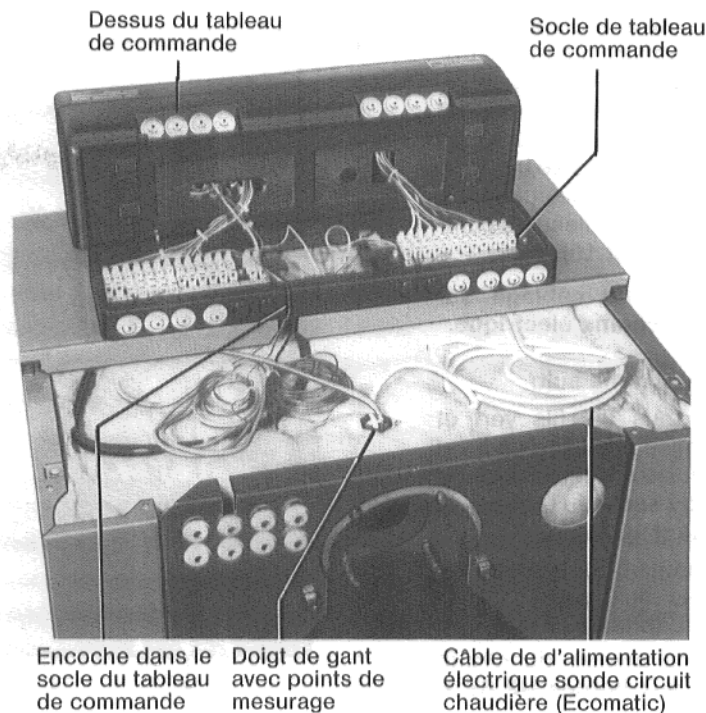

Fig. 13
5.13 Dérouler partiellement les tubes capillaires dans la partie du socle du tableau de commande et amener sur le calorifugeage vers le doigt de gant (point de mesure). Ne pas enlever le feuillard de câble des sondes! Introduire les sondes jusqu'en butée et bloquer à l'aide de la vis d'arrêt contre tout glissement en dehors (Fig. 13).
Insérer les tubes capillaires en boucle dans l'encoche du socle de la chaudière (Figs. 13 et 14). La surlongueur des tubes capillaires doit être mise sur le calorifugeage (Fig. 13).